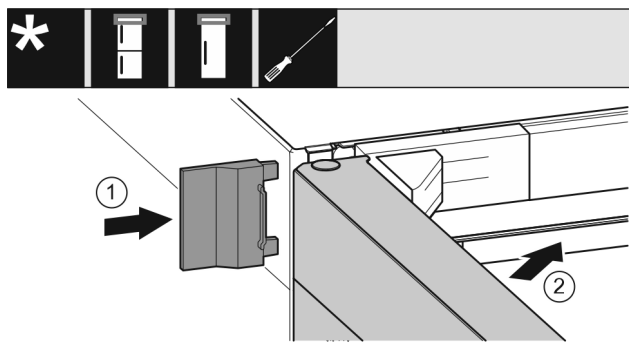

Fig. 43
- ▶ Äußere Abdeckung Fig. 43 (1) aufschieben.
- ▶ Obere Tür Fig. 43 (2) schließen.